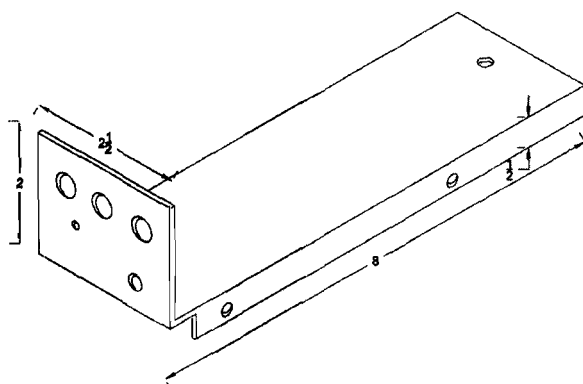

Рис. 2.5. Чертеж шасси для изготовления
1. Изготовьте шасси, как показано на рис. 2.5. Обязательно примерьте составные части устройства до того, как просверлить отверстия. Готовые